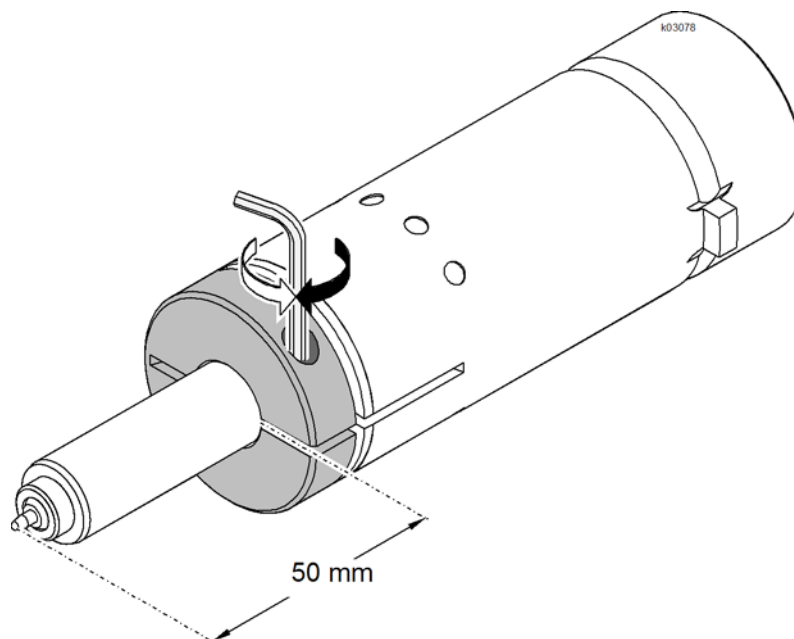

Fig. 2 Insertar/cambiar la mina
- ⇒ Ajustar la tensión del resorte según la fig. 2. Este ajuste corresponde a una presión de apriete de ~ 100 gr